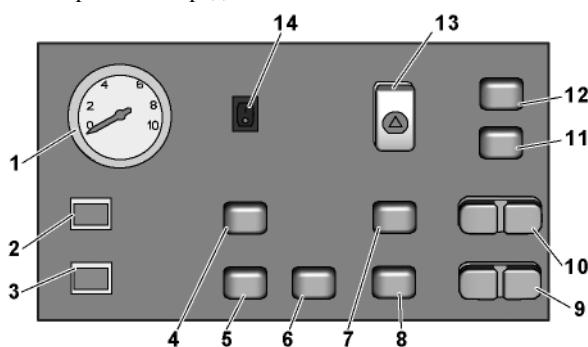
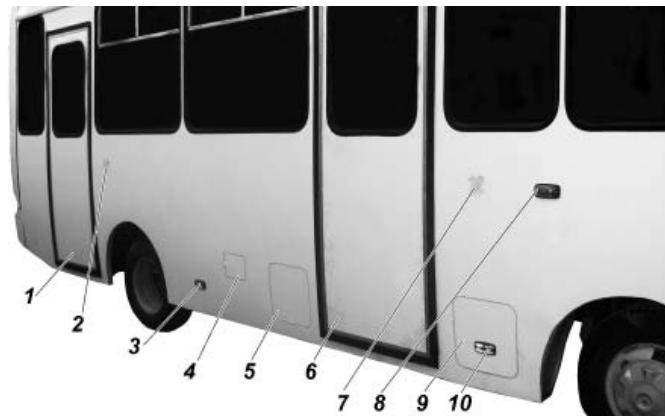
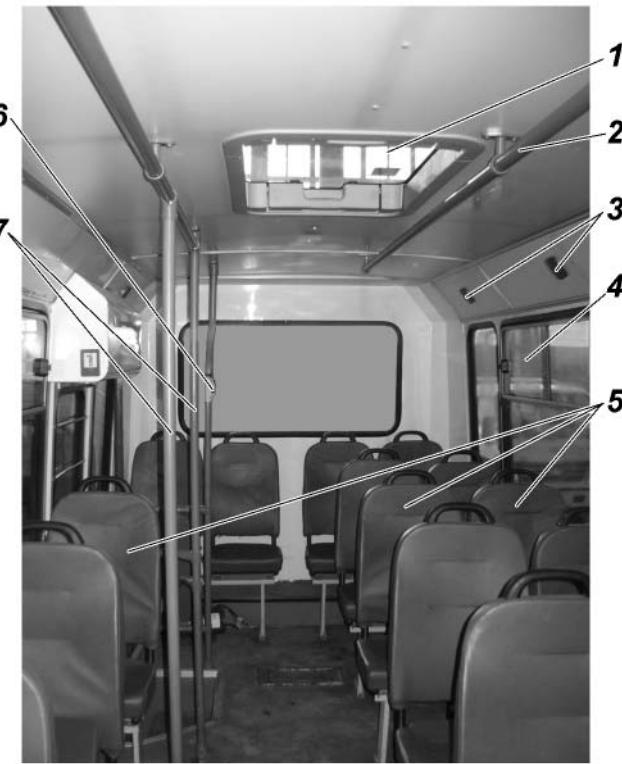

Рис. 3.8. Центральная панель выключателей
Рис. 3.11. Кнопки аварийного открывания дверей
Рис. 3.18. Оборудование салона:
15 - центральная панель выключателей (рис. 3.8);
- при открывании дверей (передней или задней) водителем, нажатием соответствующих кнопок на панели выключателей 9 или 10 рис. 3.8, при этом загорается лампа на соответствующей кнопке;
- при нажатии аварийных кнопок открывания двери 2, 7 рис. 3.11 и рис. 3.12, при этом будут гореть постоянно лампы на кнопках 9,10 рис. 3.8 и работать зуммер (сигнал), пока не закроются двери;
- при требовании остановки пассажирами, нажатием кнопки на поручне 6 рис. 3.18, при этом лампы на кнопках 9 или 10 рис. 3.8 мигают до открытия дверей, и работает зуммер (сигнал) во время нажатия кнопки.
На рис. 3.8 изображена центральная панель выключателей:
Кузов автобуса имеет две двери по правому борту, открывающиеся наружу (рис. 3.11). Управление этими дверьми электрическое, при помощи выключателей, расположенных
на центральной панели выключателей (рис. 3.8), с сигнализаторами открытия дверей.
Аварийное открывание дверей автобуса осуществляется кнопками 2, 7 (рис. 3.11), расположенными снаружи на боковине возле каждой двери и кнопкой, закрытой защитной пленкой, внутри салона над дверью (рис. 3.12).
Для доступа к пробке топливного бака откройте лючок 4, расположенный на правой боковине (рис. 3.11).
Плафоны 3 (рис. 3.18) внутреннего освещения салона включаются и выключаются кнопками 5 и 6 (рис. 3.8) на центральной панели выключателей. Освещение места водителя включается кнопкой 4.
Для удобства входа и выхода пассажиров в проемах дверей установлены поручни и опоры для рук 2 и 7 на рис. 3.18. Также в проемах дверей установлены ограждения. Поручни имеют контрастную окраску.
В салоне автобуса установлено девять двухместных пассажирских сидений и три одноместных пассажирских сидений 5 (рис. 3.18). Сиденья нерегулируемые, мягкие: состоят из каркаса, подушки, спинки. Поручни спинок сидений установлены на сиденьях, расположенных только вдоль прохода.